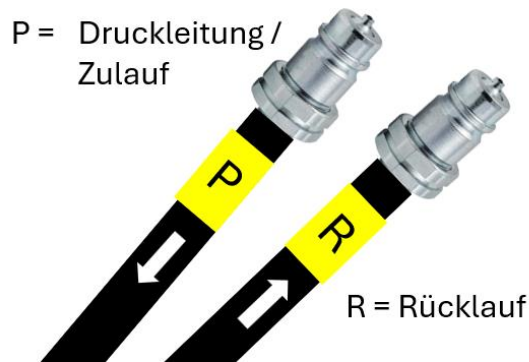

Abbildung 3-1 Kennzeichnung Druckleitungen des Zaunwicklers ZW130H
4. Schließen Sie die Hydraulikschläuche an die Anschlüsse des Trägerfahrzeugs (3. Steuerkreis) an. Achten Sie auf die korrekte Zuordnung von Druck- (P) und Rücklaufleitung (R) gemäß Abbildung 3-1, um die Funktionsweise des Zaunwicklers sicherzustellen.